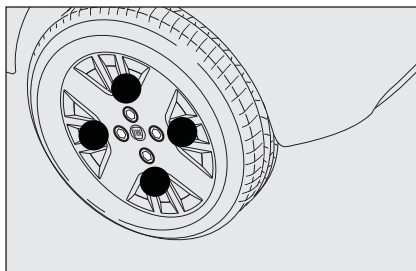

fig. 11
- ☐ draai m.b.v. de bijgeleverde sleutel vervolgens de bouten kruislings in de aangegeven volgorde geheel vast, zoals is afgebeeld in **fig. 11**.